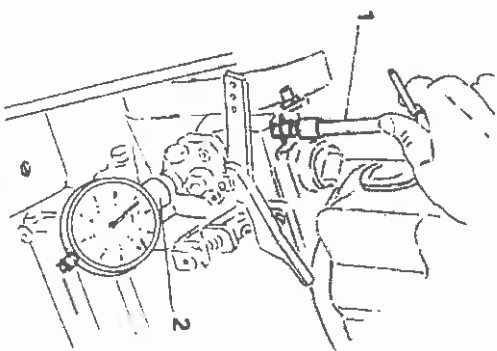

Fig. D 6
- Adapter l'outil de réglage E75-M21 (2 fig. D 6).
- Fit adjusting tool E 75 - M 21 (2 fig. D 6).